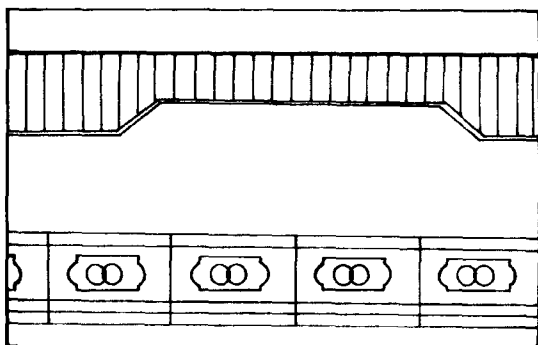
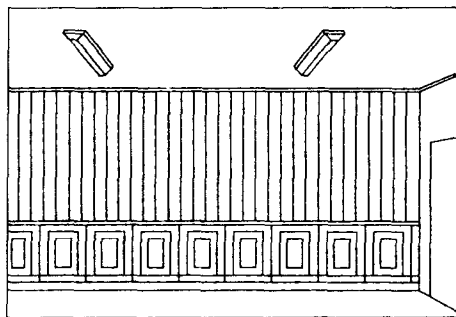

图 1-23 卧室墙板装饰效果
图 1-24 立式墙板装饰效果
(3) 自助式护墙板的装饰效果 以上只是其安装的基本方法,具体镶装标准,可凭用户的要求或施工者的巧妙发挥,定能营造出更完美的空间,如图 1-23 与图 1-24 所示。